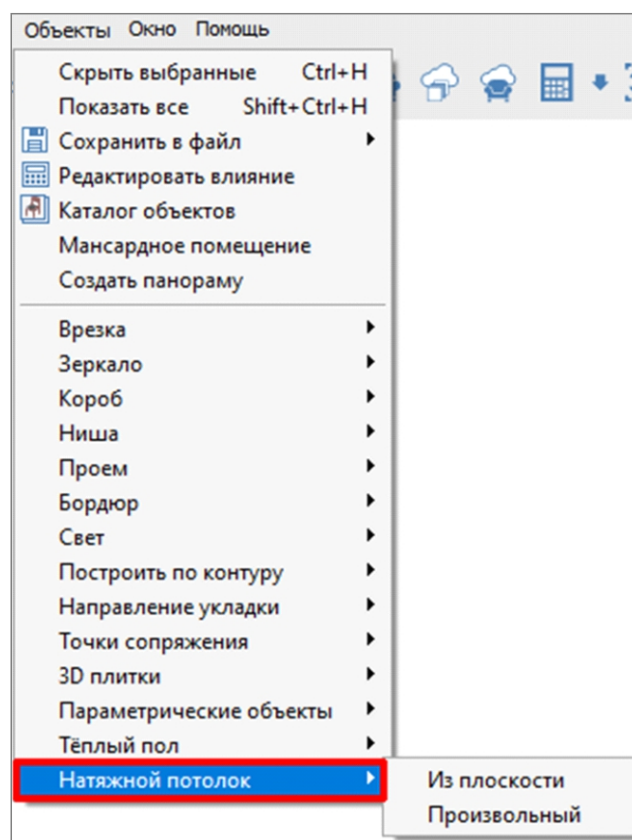

рис. 80
2. выбрать в меню «Объекты» → «Натяжной потолок» вариант «Из плоскости» или «Произвольный» (рис. 80).